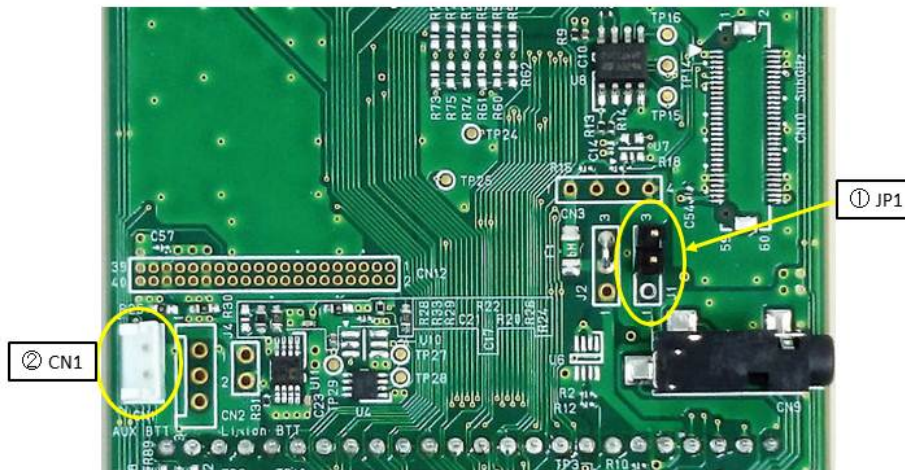

Figure 1 J1 および CN1
1. J1 がオープンになっていることを確認してください。(Figure1 の①)
3. 電池ボックスのコネクタを裏面にある CN1 に接続してください。(Figure1 の②)